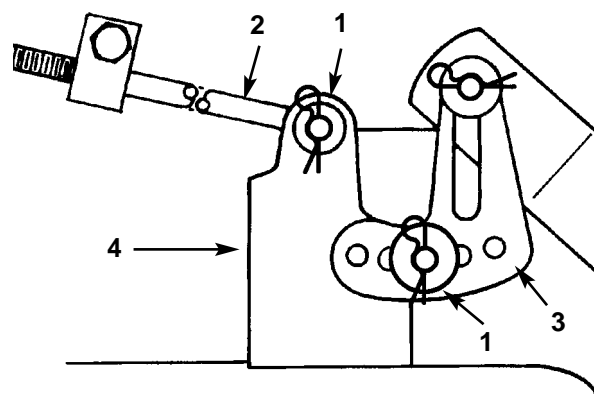

Fig. 42
10. Togliere la coppiglia a forcella e la rondella dall'estremità dell'asta lunga (Fig. 42). Estrarre l'asta dall'attacco del tosaerba. Ripetere dal lato opposto del tosaerba.
11. Togliere la coppiglia a forcella e la rondella dalla staffa di livellamento del tosaerba (Fig. 42). Estrarre la staffa dal perno di montaggio. Montare la rondella e la coppiglia a forcella per non smarrirle.